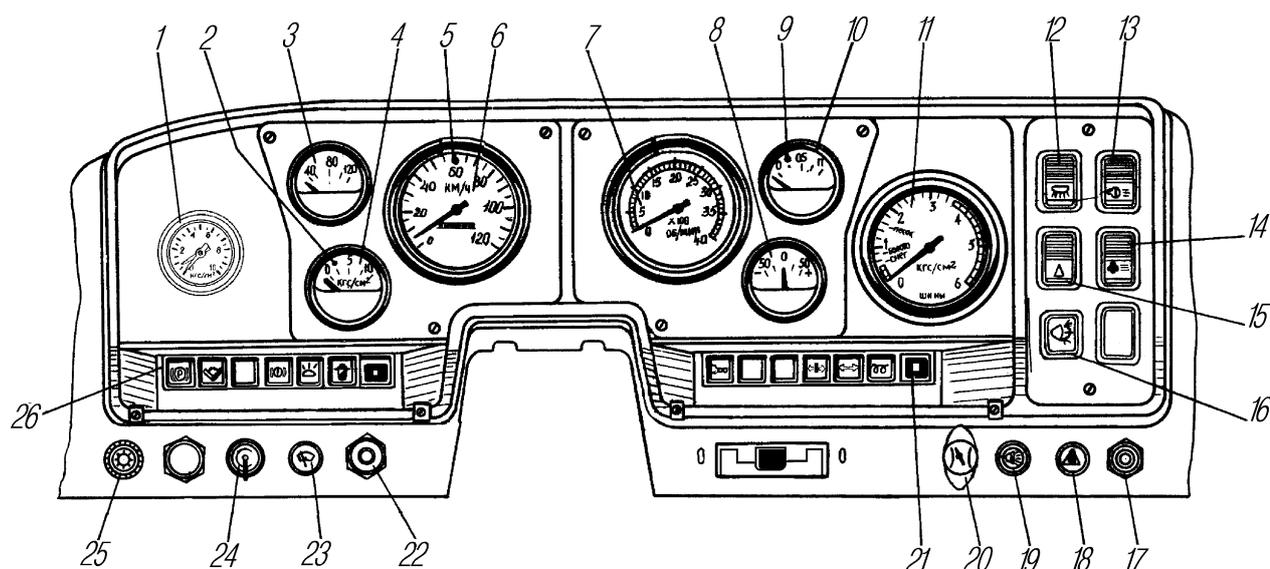

Рис. 12. Панель приборов:
- среднее — нейтральное, манометр 11 (рис. 12) показывает фактическое давление воздуха в шинах;
Для включения или выключения аккумуляторных батарей автомобиля нажмите на кнопку 22 (см.рис. 12), расположенную на панели приборов.
Указатель 10 (см.рис. 12) показывает величину уровня топлива в основном топливном баке. В шкалу указателя встроен сигнализатор 9, загорающийся при уменьшении объема топлива до 60 л.